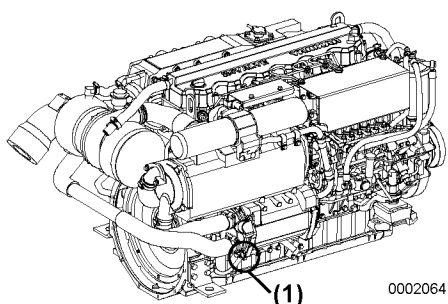
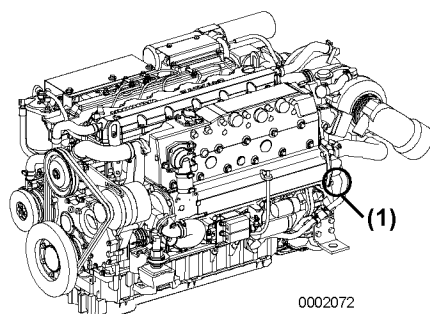

Figura 1
Figura 2
1. Afloje los grifos de drenaje de agua de mar (**Figura 1, (1)**) , (**Figura 2, (1)**) y vacíe el agua de mar.